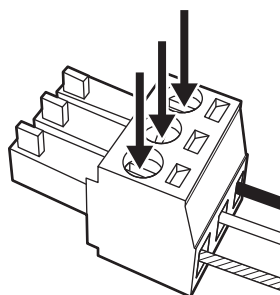

Рис. 2
- 2) Надежно затяните винты устройства Штекер для 3-контактной 3,5 мм съемной клеммной колодки с помощью отвертки и зафиксируйте ведущие провода. (Рис. 2)**